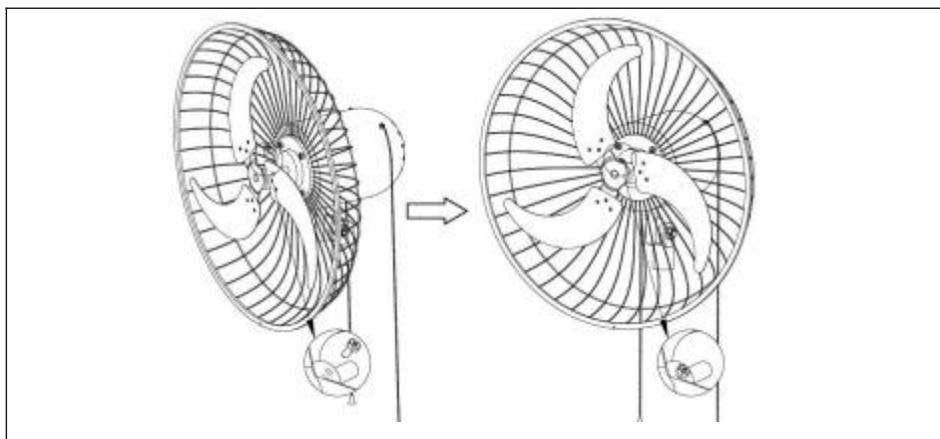

Bild 6 .
2) . Montera fläktbladet (15) på motoraxeln och lås sedan bladskruven (14). Se (bild 6).